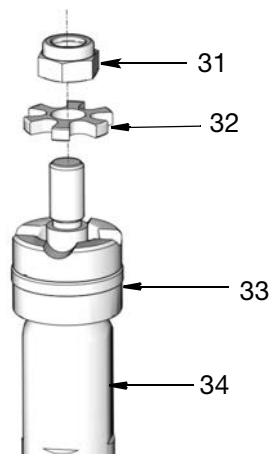
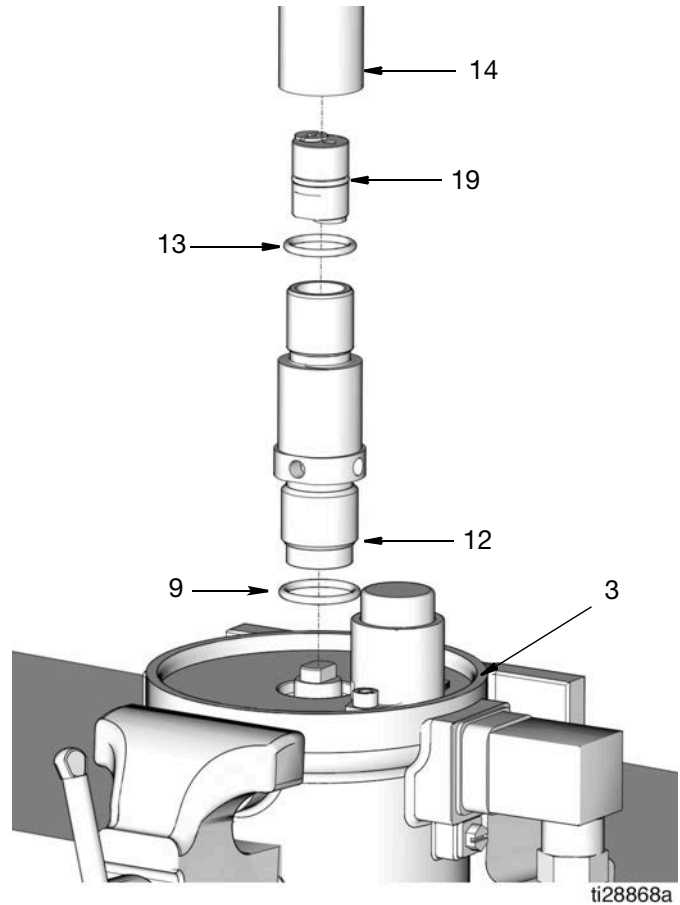

图 37
图 38
14. 将星形垫圈 (32) 和防松螺母 (31) 安装在活塞杆 (34) 上, 如图 37。
15. 用扳手拧紧防松螺母 (31)。
16. 出口管 O 形圈 (13) 和泵气缸 O 形圈 (9)
在出口管 O 形圈 (13) 和泵气缸 O 形圈 (9) 上涂抹薄薄一层润滑脂, 将 O 形圈安装在出口管 (14) 和泵气缸 (12) 上 (图 38)。